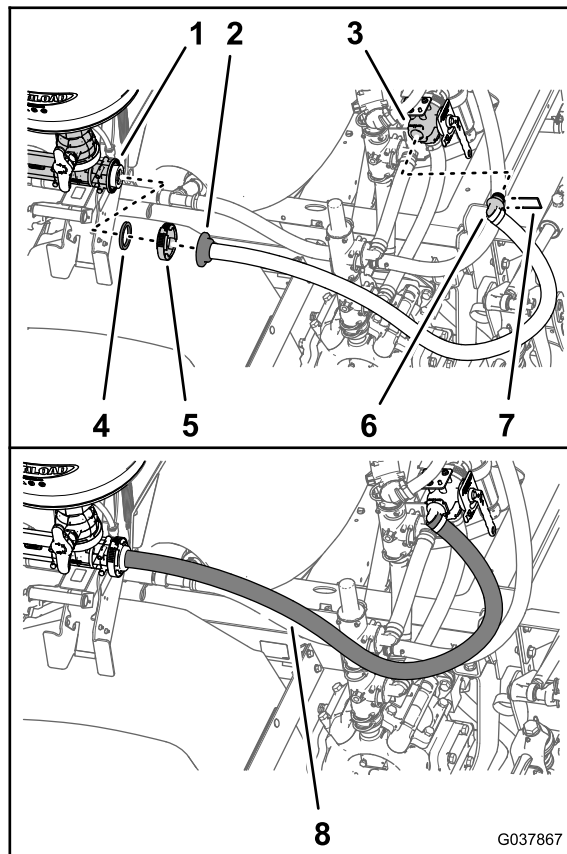

Figura 72
- Montate il raccordo a 90° del flessibile di alimentazione del nebulizzatore - 2,5 x 156,5 cm (1 x 61-5/8 poll.) nel foro di sinistra della valvola di intercettazione del nebulizzatore (**Figura 72**).
- Fissate il raccordo a 90° del flessibile di alimentazione del nebulizzatore con il fermo fornito in dotazione con la valvola di intercettazione (**Figura 72**).
- Allineate la flangia del raccordo diritto dentellato del flessibile di alimentazione del nebulizzatore e la guarnizione che avete rimosso al passaggio Rimozione del flessibile di alimentazione del nebulizzatore \(pagina 20\) con la flangia dell'ingresso del nebulizzatore (**Figura 72**).
- Fissate il raccordo diritto dentellato e la guarnizione al nebulizzatore (**Figura 72**) con il morsetto flangiato che avete conservato al passaggio Rimozione del flessibile